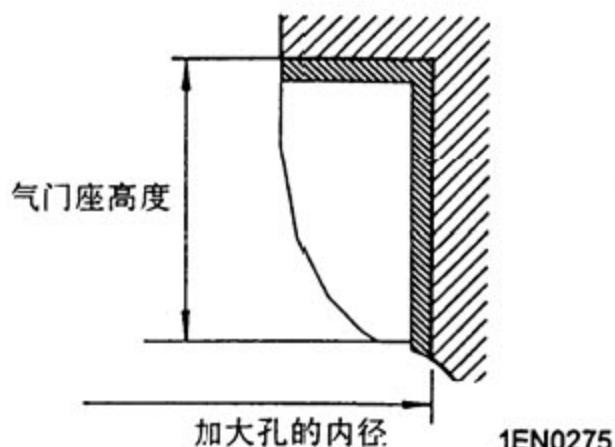

图 4-14
- 2). 重镗气缸盖上的气门座, 使之与所选择的加大直径的气门座相匹配 (见图 4-14)